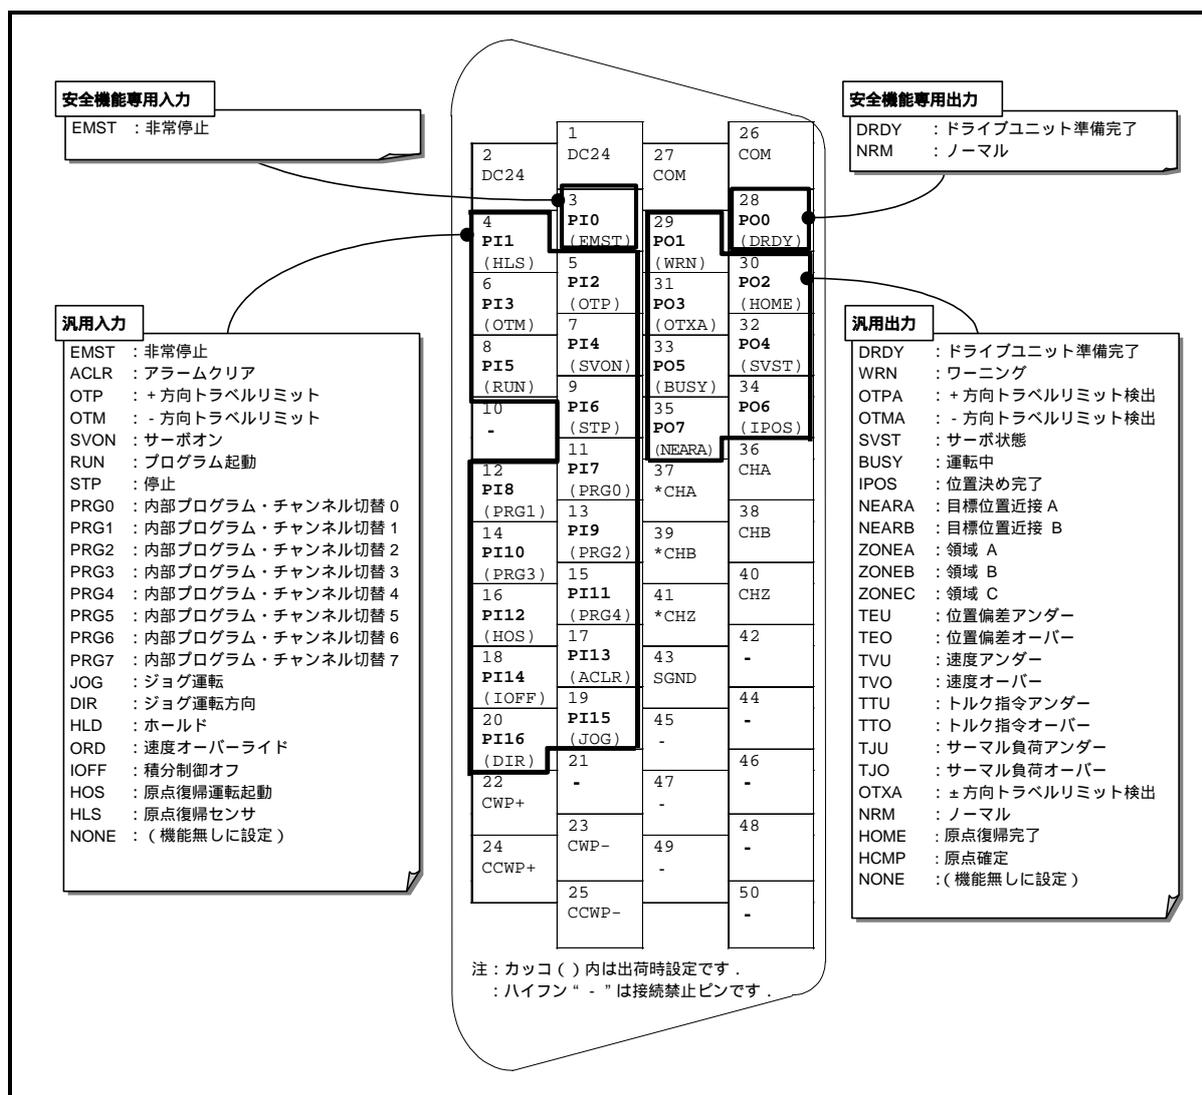

図 3-1：CN2 ピン配列
- CN2：制御入出力コネクタ のピン配列を「図 3-1：CN2 ピン配列」に示します。(工場出荷時の状態)